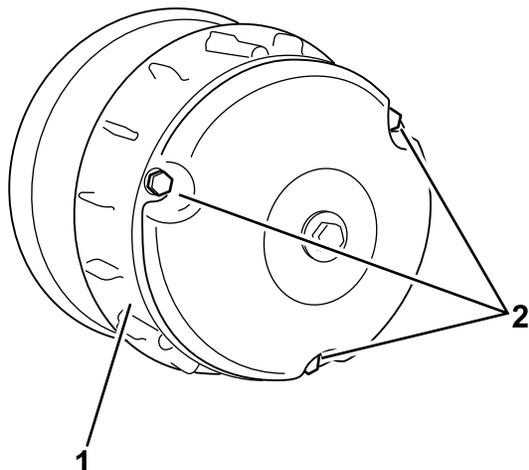

Рисунок 60
2. Отверните три болта крепления крышки сцепления и снимите крышку (Рисунок 60).
4. Установите крышку сцепления и закрепите ее 3 болтами (Рисунок 60), снятыми при выполнении пункта 2.